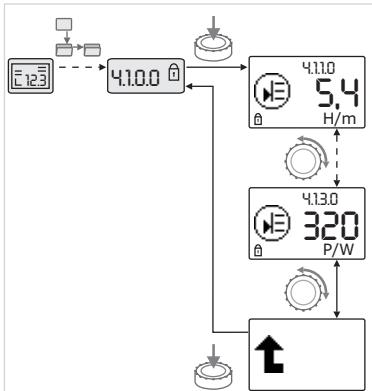

Fig.44: Tietojen hakeminen näyttöön
- Punaista painiketta kiertämällä valitaan "Tietoja"-tyypin valikko-osia tämänhetkisistä alavalikkoista (katso Fig. 44). Symbolein esitettyjen säätöjen selitykset, katso taulukko luvussa 8.7 "Valikon osien viitteet" sivulla 95.